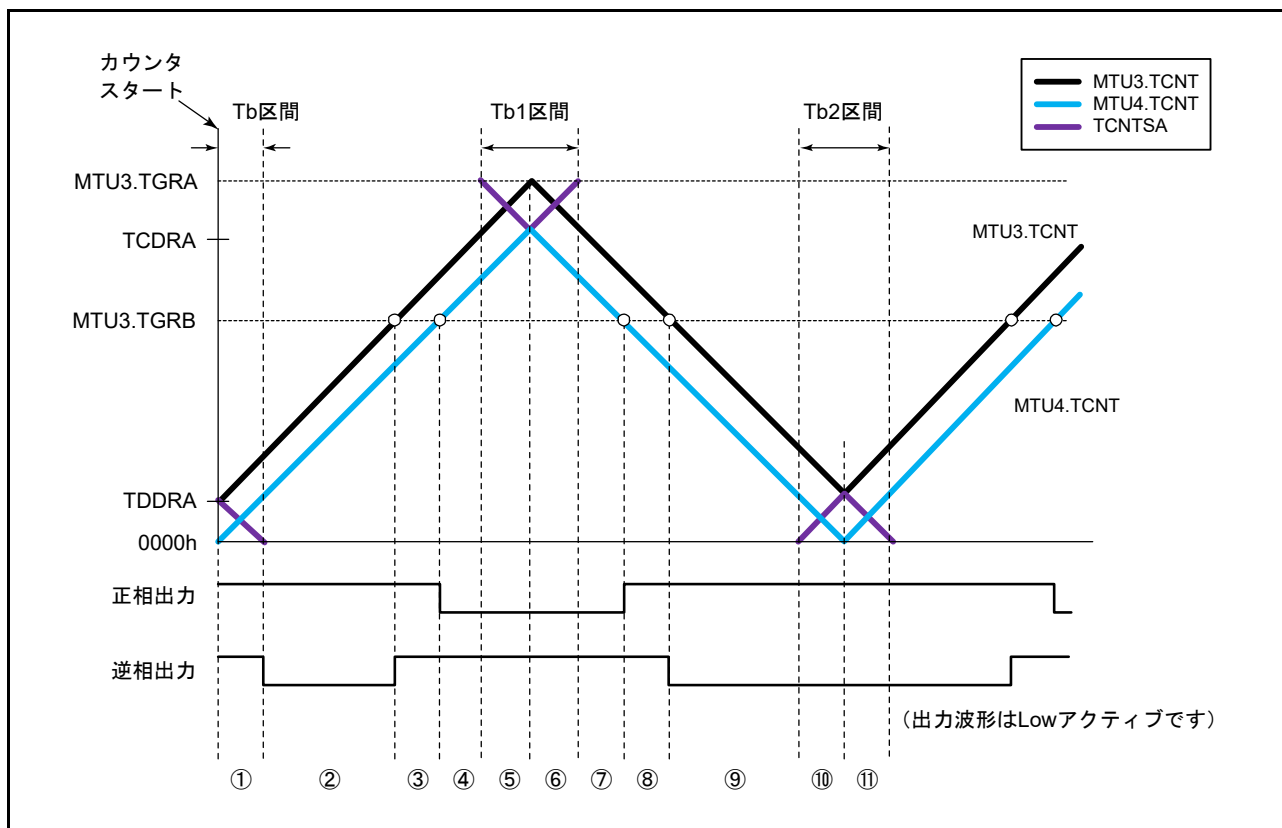
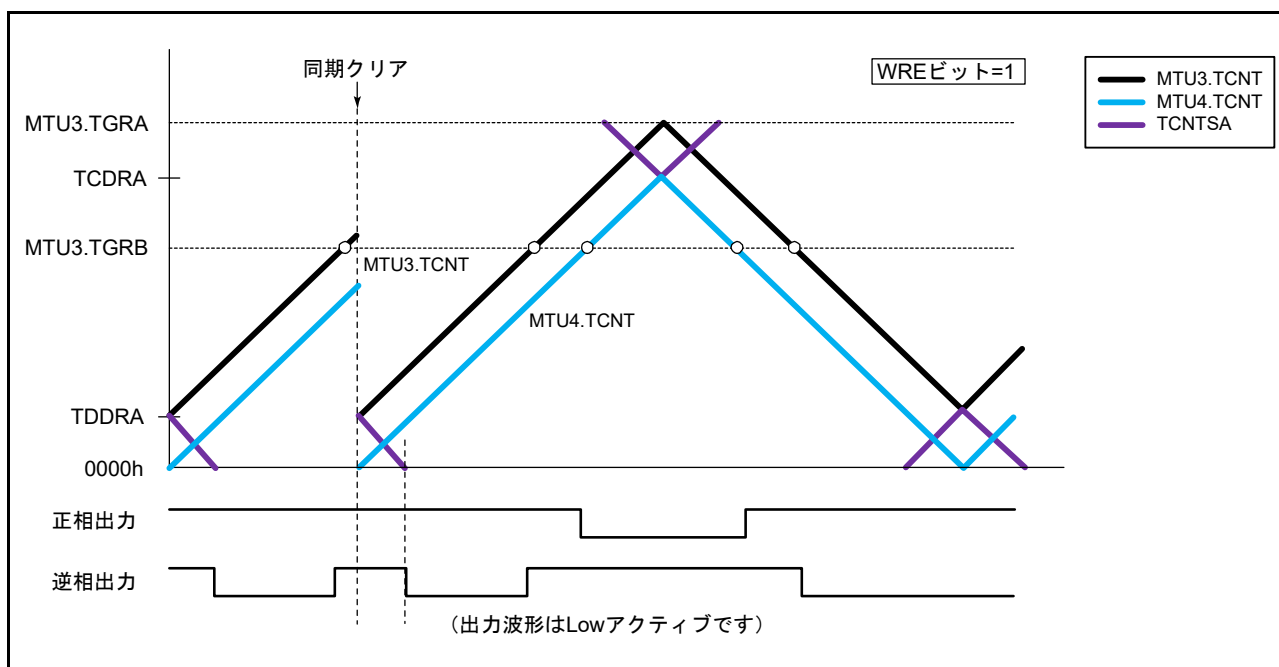
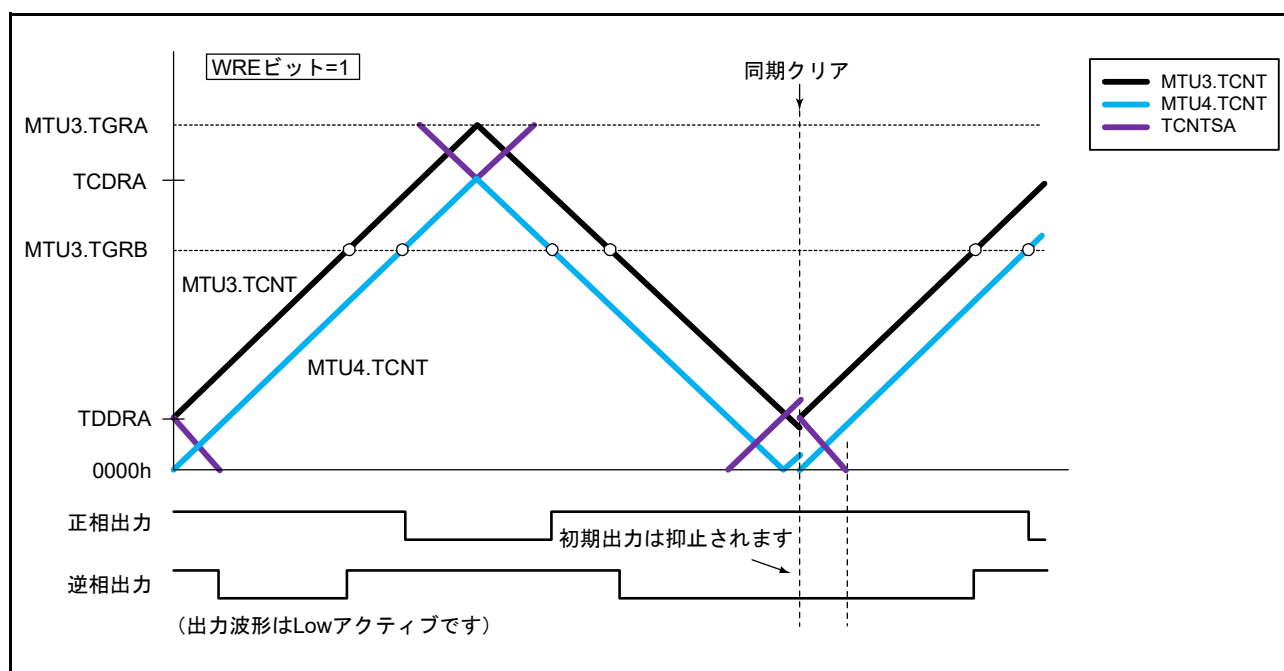

図 19.63 同期カウンタクリアタイミング (MTU3, MTU4)
図 19.65 アップカウント中のデッドタイム時に同期クリアが発生した場合
図 19.68 Tb2 区間で同期クリアが発生した場合
WRE ビットを“1”にすることで初期出力を抑止することができるのは、同期クリアが図 19.63 の⑩、⑪のような Tb2 区間に入ってきたときのみです。それ以外のタイミングで同期クリアが起こった場合は、TOCR1A レジスタの OLSN ビット、OLSP ビットで設定した初期値が出力されます。また、Tb2 区間であっても、図 19.63 の①で示すカウンタスタート直後の初期出力期間で同期クリアが起こった場合には、初期出力の抑止は行いません。
図 19.65 ～図 19.68 に、TWCRA.WRE ビットを“1”にした状態で MTU3、MTU4 を相補 PWM 動作させ、同期カウンタクリアをした場合の動作例を示します。ここで、図 19.65 ～図 19.68 の同期カウンタクリアのタイミングは、それぞれ図 19.63 の③、⑥、⑧、⑪で示したタイミングです。
(図 19.63 のタイミング③、TWCRA レジスタの WRE ビット = 1)
(図 19.63 のタイミング⑥、TWCRA レジスタの WRE ビット = 1)
(図 19.63 のタイミング⑧、TWCRA レジスタの WRE ビット = 1)
(図 19.63 のタイミング⑪、TWCRA レジスタの WRE ビット = 1)